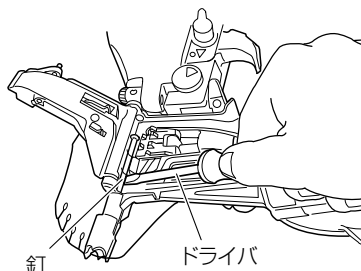

図 24
- 内部につまった釘をマイナスドライバなどで取除きます。(図 24)